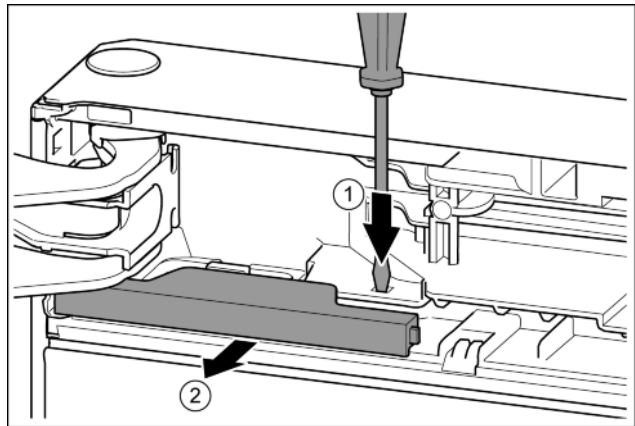

Fig. 14
- Nyomja a fedőlemezt csavarhúzóval. *Fig. 14 (1)*
- Húzza ki a fedelet a reteszelésből. *Fig. 14 (2)*